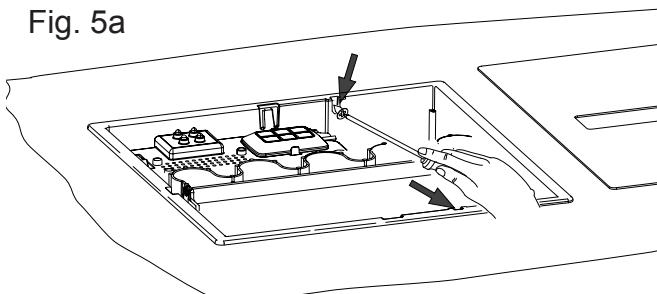

Fig. 6
3. Retire el tanque de agua levantándolo hacia arriba y hacia afuera. **Consulte la Fig. 6.**